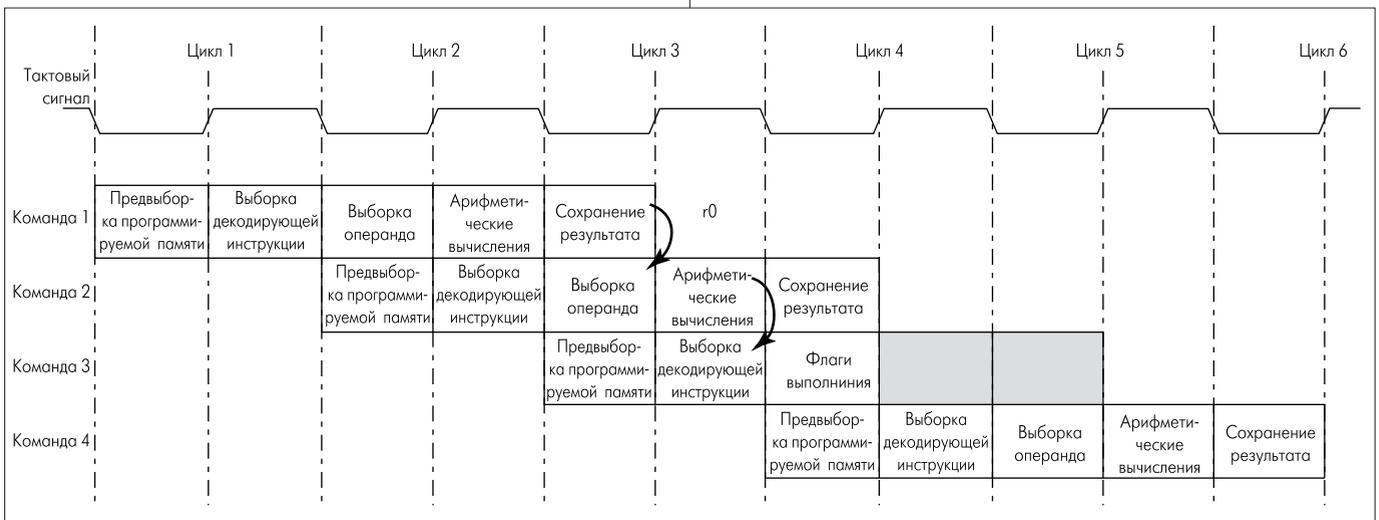

Рис.5. Диаграмма работы конвейера процессорного ядра CoolRISC
- *трехступенчатый конвейер команд.* В течение каждого машинного цикла на конвейер поступает одна команда, которая выполняется максимум за три машинных цикла. Таким образом, производительность процессора составляет – одна инструкция за один машинный цикл (диаграмма работы конвейера приведена на рис.5);